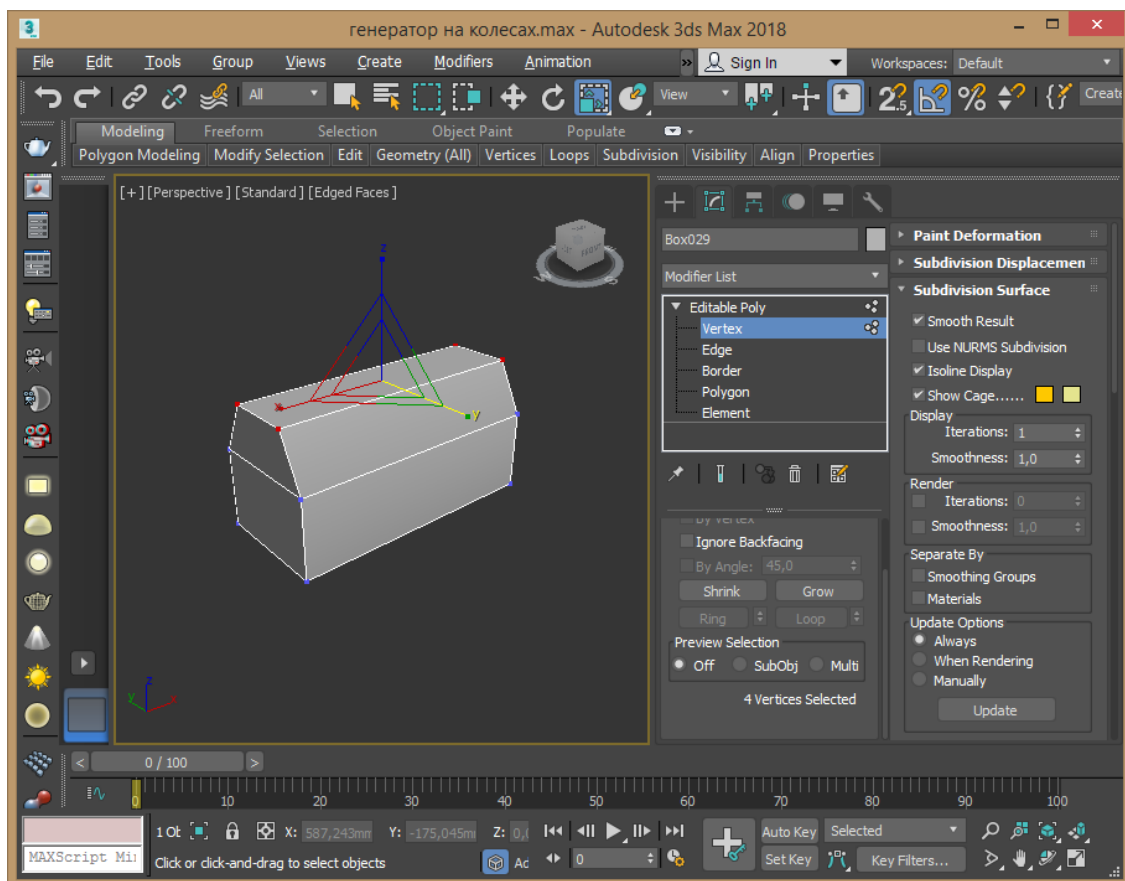

Рис. 2.3 – Редагування форми об'єкту
3. Перейдіть в режим редагування точок Vertex. Виділіть чотири верхні точки. Активуйте команду масштабування і по осі Y посуньте точки до центру об'єкта досягнувши бажаної форми (рис. 2.3).